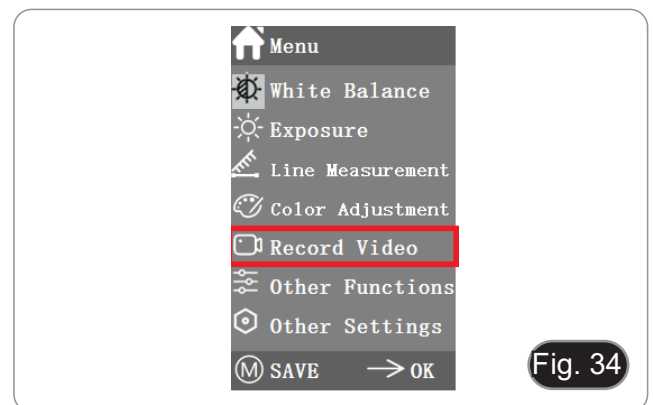

Fig. 34
1. Drücken Sie die Taste M, um das Menü auf dem Bildschirm anzuzeigen (Fig. 34), und wählen Sie die Option Videoaufnahme durch Drücken von ↑ oder ↓.